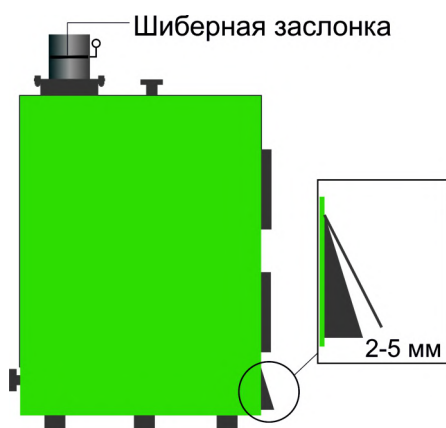

Рисунок 10.
- после того, как воздух в отапливаемом помещении нагреется, прикрыть дверцу регулировки подачи воздуха, оставив воздушный зазор примерно — 2-5 мм (рис. 10), закрыть на половину заслонку в дымоотводящем патрубке (если шибер шторный, то выдвинуть его до риски на шторке). Таким образом будет обеспечена правильная работа Котла и соответственно максимально эффективный, экономичный, комфортный режим работы, не требующий дополнительной регулировки до тех пор, пока в топке не останется топлива менее десятой части от полной загрузки;
приоткрыть дверцу регулировки подачи воздуха под 30–45 градусов относительно вертикали (рис. 8) на 5–10 минут, пока не займется дымом, не начнет тлеть вновь заложенное топливо (чем влажнее топливо — тем дольше), после чего необходимо вернуть дверцу регулировки подачи воздуха в положение 2–5 мм зазора (рис. 10);